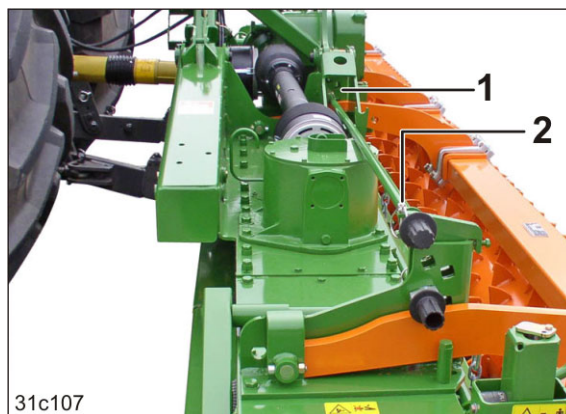

Fig. 82
6. Sæt dybdereguleringsboltene (Fig. 82/1) fast